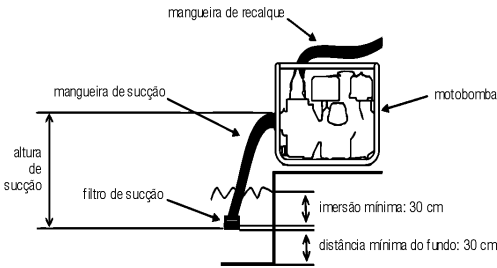

Fig. 2 – Sucção, recalque e elevação total
- a. Para uma melhor performance da motobomba, a mesma deve estar o mais próximo possível do nível da água que se deseja remover. Quanto menor a altura de sucção (fig. 2), maior será a vazão da motobomba.
a 30 cm do fundo, evitando a sucção de pedras e outros resíduos (fig. 2).